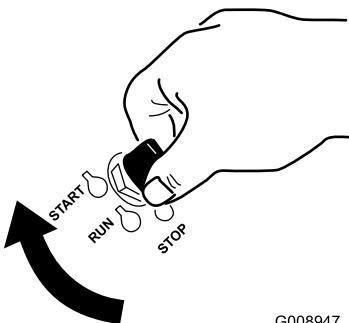

Figura 30
1. Girate la chiave in posizione di AVVIAMENTO (Figura 30).